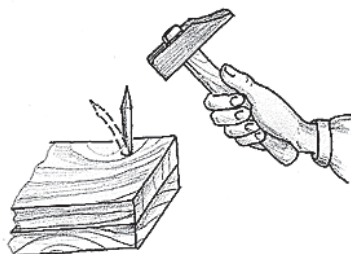

Рис. 7
- соединение будет прочнее, если гвоздь проходит насквозь и загибается с другой стороны (рис. 7).